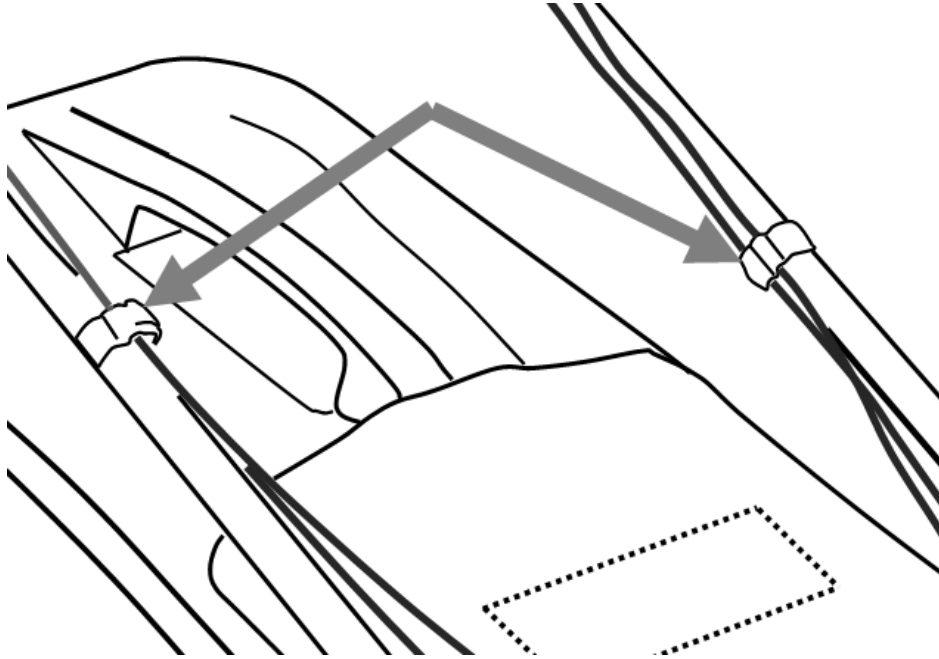

Abb. 4
- 3) Befestigen Sie die Kabel mithilfe der Kabelhalterungen am unteren Griff (Abb. 4).